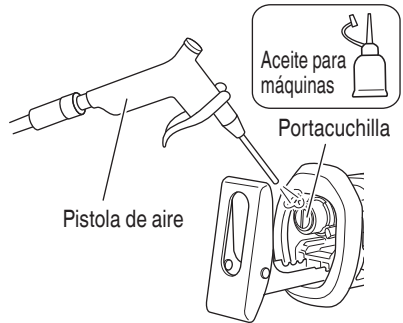

Fig. 6
- (1) Después de utilizar la sierra, elimine el aserrín, el polvo, la arena, la humedad, etc. con aire o con un cepillo, etc. para asegurarse de que la montura de la hoja funciona suavemente.
- (2) Tal como se muestra en la Fig. 6, lubrique periódicamente alrededor del sujetador de la hoja con lubricante para cuchillas.